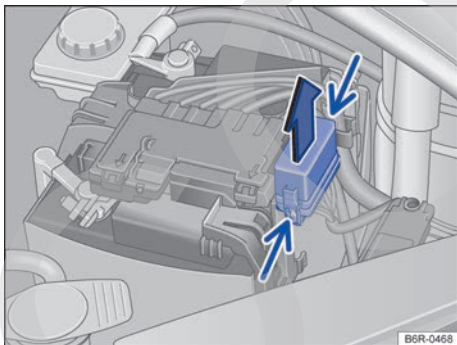

Fig. 124 En el compartimento del motor: cobertura de la caja de fusibles.
- Presionar las trabas en el sentido de la flecha (flecha angosta) para desbloquear la cubierta de la caja de fusibles → **fig. 124**.